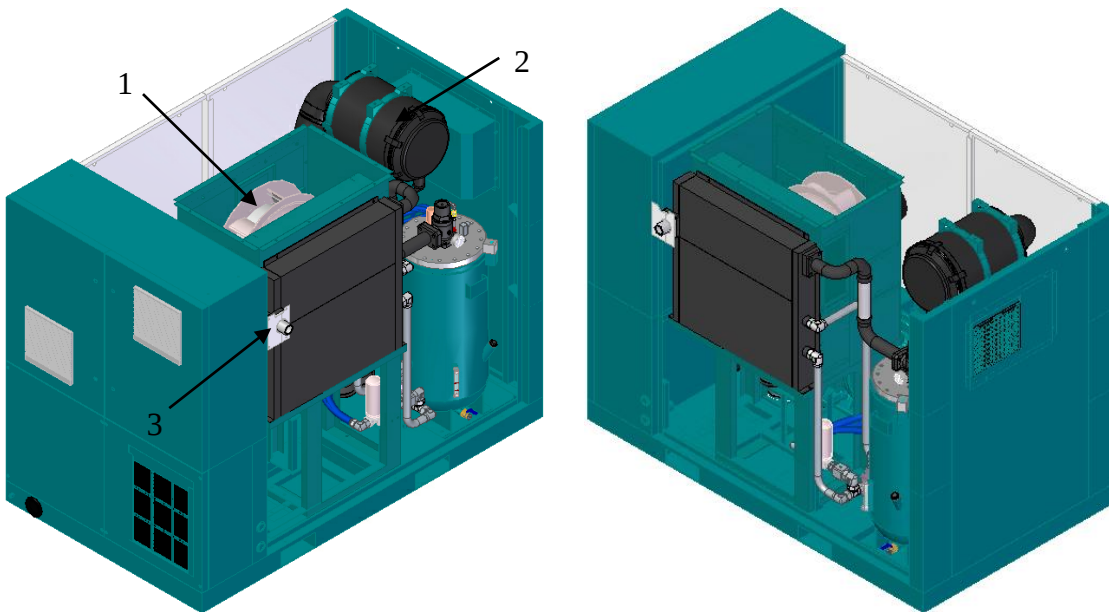

图 16：直接传动55-75kW螺杆式空压机流向图
- 冷却风扇（图 16/1）
- 进气过滤器（图 16/2）
- 压缩空气接口（图 16/3）